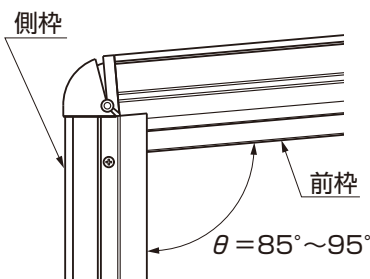

図2 設置可能角度
- 設置可能角度は、 $\theta = 85^\circ \sim 95^\circ$ です。(図2参照)